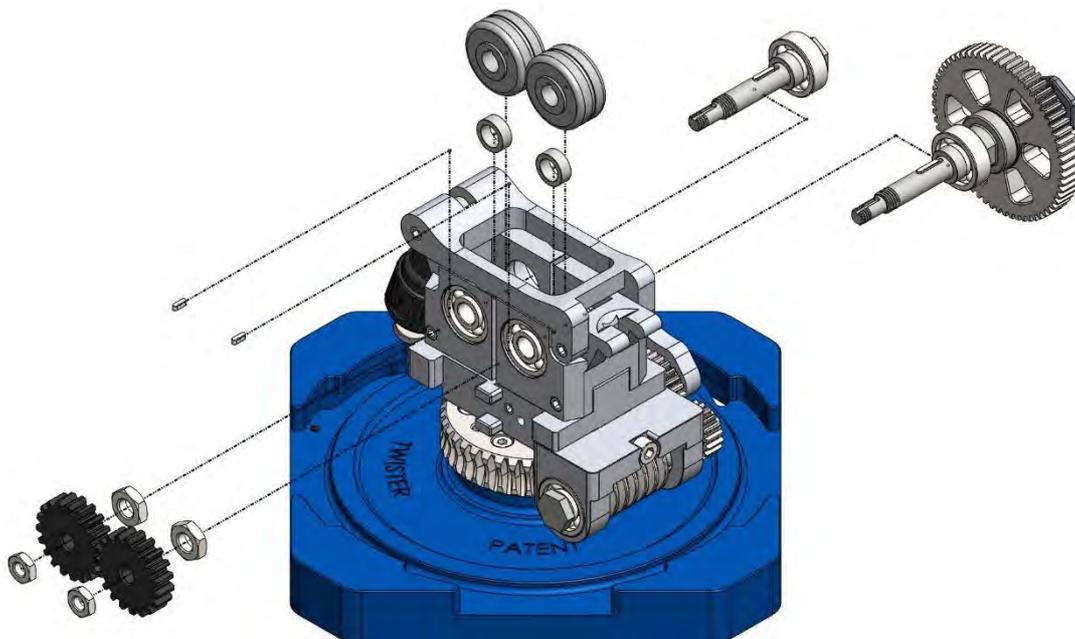

Abbildung 53
6. Führen Sie die zuvor beschriebenen Schritte aus. Sie befinden sich dann in der in der folgenden Abbildung dargestellten Situation. Die Abbildung zeigt den Satz der zerlegten Elemente mit den entsprechenden Montagelinien. (Abbildung 53);